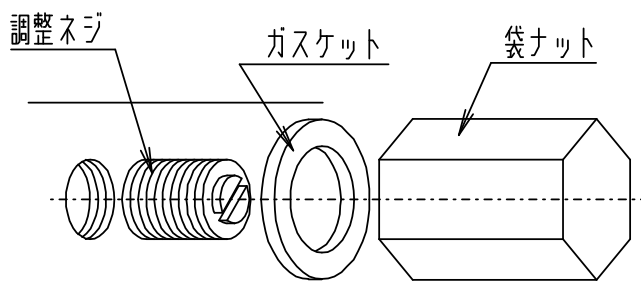

図 8
- (1) 必ず圧力計で確認しながら調整を行って下さい。
- (2) 調整は図 8 の調整ネジで行ないます。右に回せば増圧、左に回せば減圧します。
- (3) 調整終了後は、ガスケットを入れて袋ナットを  $30 \text{ N} \cdot \text{m}$  {  $300 \text{ kg} \cdot \text{cm}$  } 程度の締め付けトルクで確実に締め付け、油漏れのないことを確認して下さい。